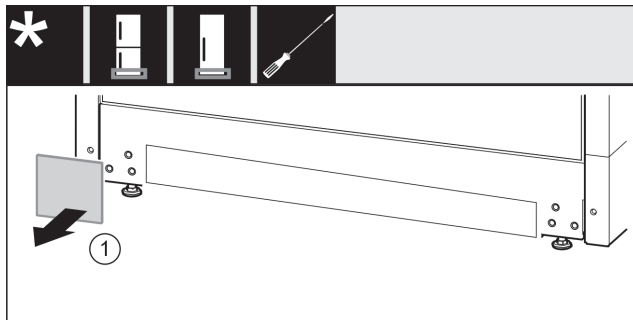

Fig. 42
- ▶ Abdeckung Fig. 42 (1) abnehmen.